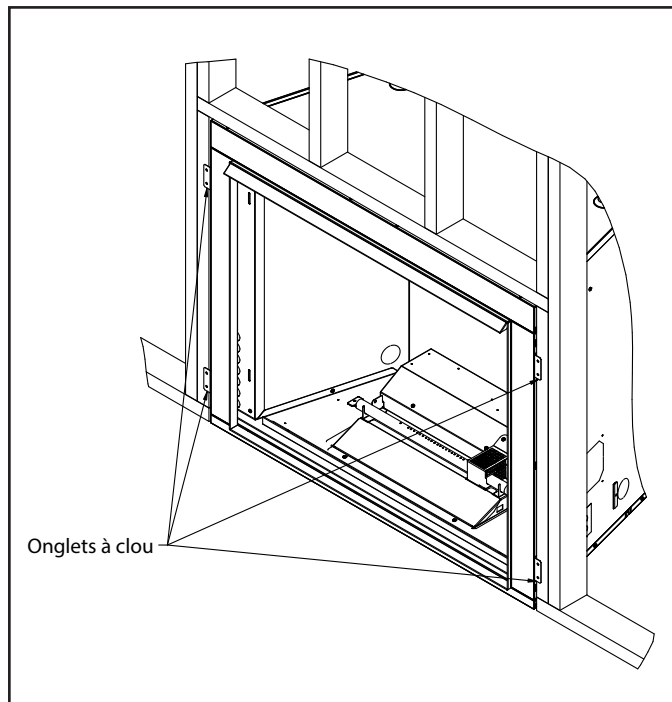

Figure 4.1 Positionnement et fixation des languettes à clouer
- Les languettes à clouer doivent être déplacées de leur position d'expédition vers leur position d'installation et fixées à la charpente. Recourbez deux languettes à clouer vers l'extérieur, de chaque côté. Voir la figure 4.1.